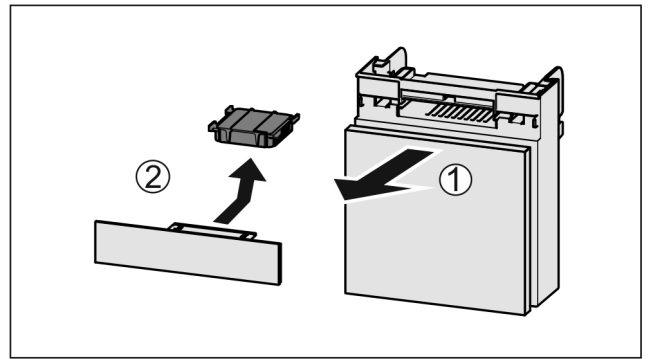

Fig. 135
- ▶ Extraire le compartiment par l'avant Fig. 135 (1).
- ▶ Sortir le filtre à charbon actif Fig. 135 (2).